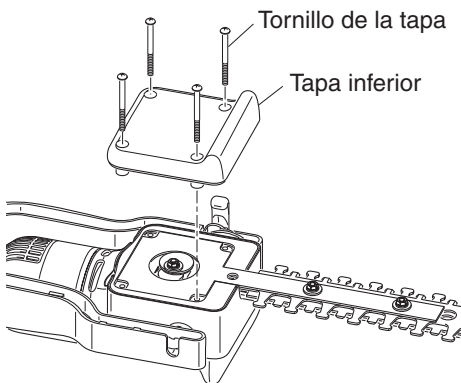

Figura 18 - Retiro de la tapa inferior de la cabeza de la podadora
2. Coloque la podadora de pértiga al revés sobre una mesa de trabajo y retire los cuatro (4) tornillos de la tapa inferior. Retire la tapa inferior (vea la Figura 18).
10. Vuelva a colocar la tapa inferior y asegúrela con sus 4 tornillos que se retiraron en el paso 2 (vea la Figura 18). Apriete bien los tornillos.